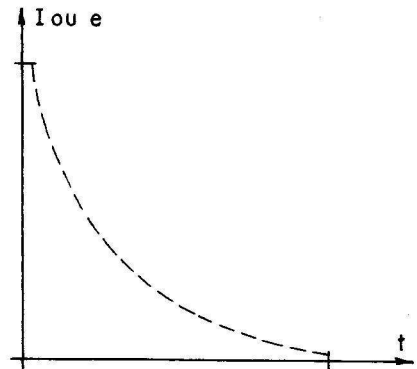

FIGURA 5
Na figura 5 o condensador (C) é car-
regado a uma voltagem de nível (E) desde uma fonte exterior de c.c. O indutor (L) pode ser a bobina de um relé sensível de c.c. Quando o interruptor é fechado, a corrente de descarga de (C) flui através da bobina do relé (L) e energiza o relé. Continuando a descarga do condensador, a corrente decresce exponencialmente, em função do tempo, como indica a curva da figura 5. Quando a corrente atinge um ponto crítico, o relé desenergiza. À semelhança da figura 2, tem a característica (vantajosa em alguns casos) que toda a voltagem é removida do condensador, quando o circuito sai de operação.
O circuito da figura 5 é um amplificador duplicador, sendo essa função realizada pelo transistor TR1 disposto na montagem base comum.